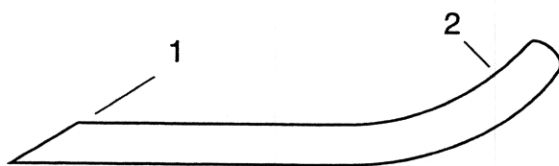

Figure 7—Vue de l'extrémité de la lame
2. Examiner l'état des tranchants de toutes les lames. Les affûter s'ils sont émoussés ou ébréchés. Affûter seulement la face supérieure du tranchant et conserver l'angle de coupe d'origine pour obtenir une coupe nette (Fig. 7). La lame reste équilibrée si les deux tranchants sont affûtés de la même manière.